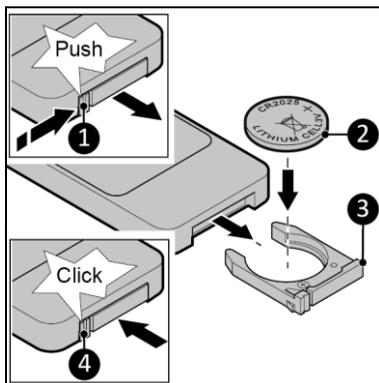

Figure 10
1. Appuyez sur la languette (figure 10, pos. 1) et retirez le couvercle du compartiment à pile (figure 10, pos. 3) de la télécommande.
2. Insérez correctement une pile de type CR2025 comme indiqué (figure 10, pos. 2).
3. Remplacez le couvercle du compartiment à pile jusqu'au déclic de la languette (figure 10, pos. 4).